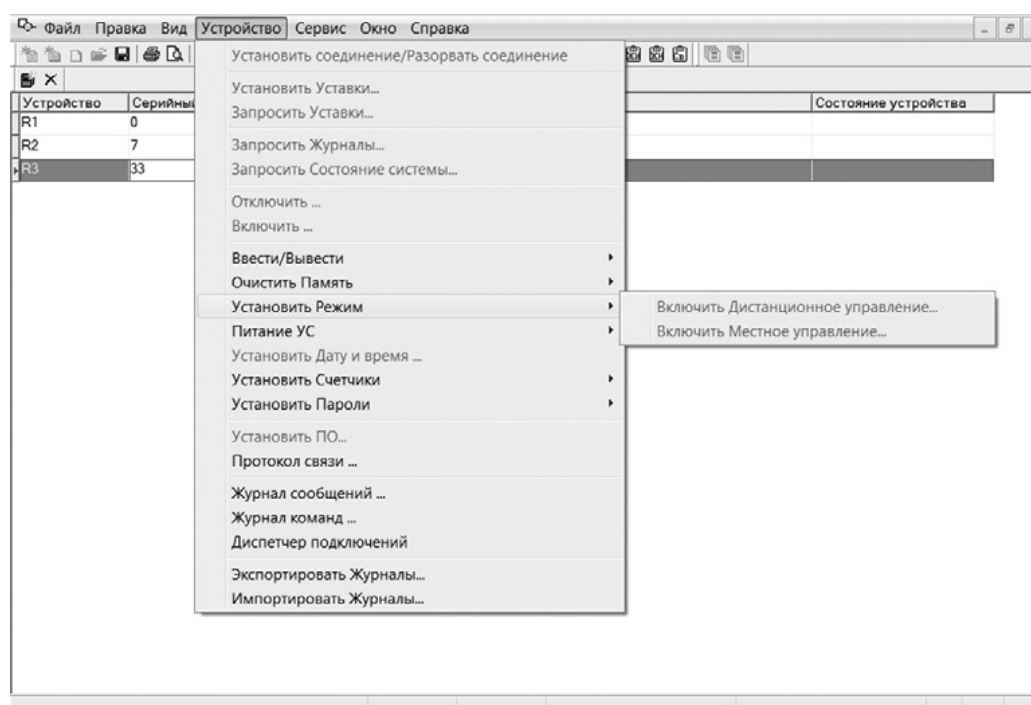

Рис. 4.10. Изменение режима управления
5. Если установлен режим управления «Дистанционный», необходимо выполнить команду «Управление/Установить режим/Включить местное управление» (см. рис. 4.10).